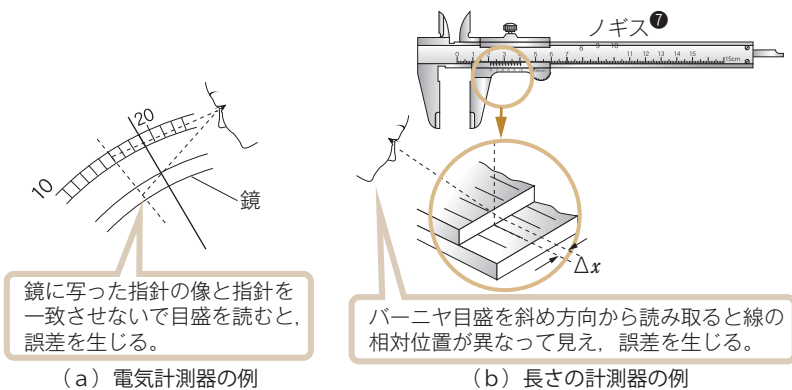

図3 視差の例
測定誤差にはさまざまな要因があるが、測定者が気づかずにおかした誤りは、**まちがい**⑤とよばれる。図3に示すように、目の位置などによる読み取り誤差を**視差**⑥という。その他、温度や気圧などの環境による誤差や測定者の技量やくせなどによる誤差がある。